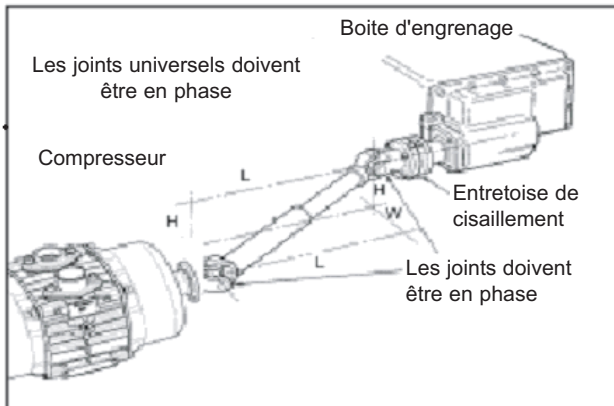

Figure 5
2.3 Arbre d'entraînement - voir Figure 5